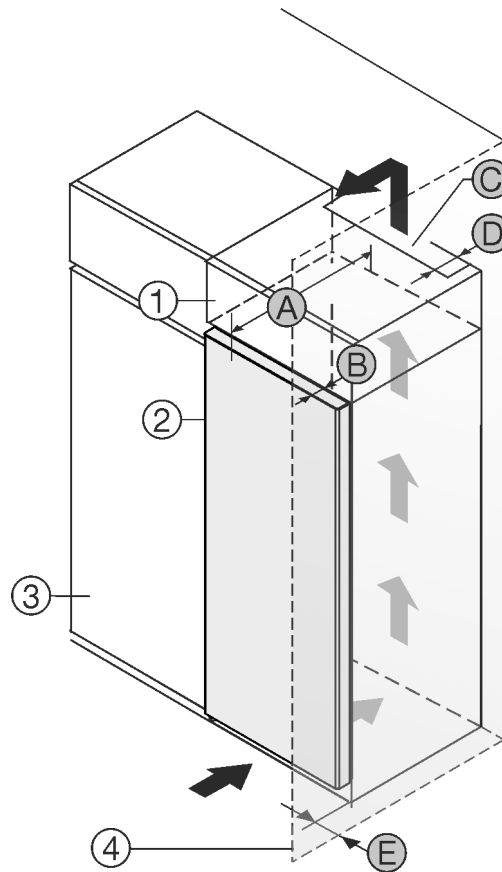

Fig. 1
Sie können das Gerät direkt neben dem Küchenschrank Fig. 1 (3) aufstellen.*
An der Rückseite des Aufsatzschrankes muss ein Abluftschacht mit der Tiefe Fig. 1 (D) über die gesamte Aufsatzschrankbreite vorhanden sein.*
Unter der Raumdecke muss der Entlüftungsquerschnitt Fig. 1 (C) eingehalten werden.*
Wenn Sie das Gerät mit den Scharnieren neben einer Wand *Fig. 1 (4)* aufstellen, dann muss der Abstand zwischen Gerät und Wand mindestens 13 mm betragen.*
Damit Sie die Tür vollständig öffnen können, muss das Gerät um die Türtiefe *Fig. 1 (B)* gegenüber der Küchenschrankfront vorstehen. Abhängig von der Tiefe der Küchenschränke *Fig. 1 (3)* und Verwendung von Wandabstandshaltern kann das Gerät weiter herausragen.*